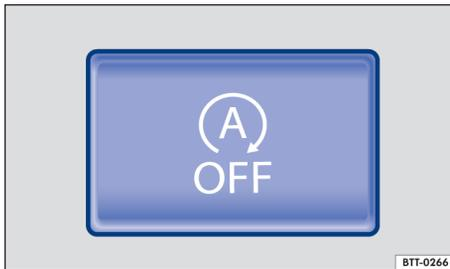

Fig. 128 Tecla de la función Start-Stop en la consola central.
- Pulse la tecla  situada en la consola central ⇒ fig. 128.